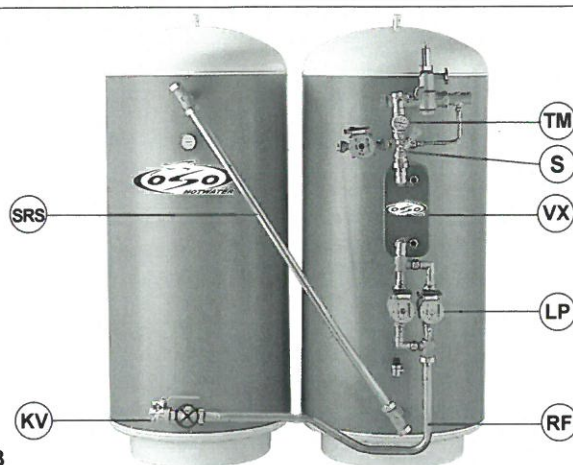

Fig.3
- TURBO fig.3:** SRS samlerør kobles på berederne. (RF)-rørforbindelsen leveres / tilpasses av rørlegger som vist fig.3.
- TURBO:** Kjølpumpe m/kap. tilsvarende (VX). Avst.ventiler og microluftutskiller tilkobles (VX) anslutninger.